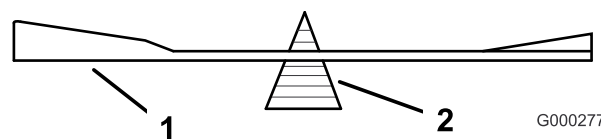

Figure 58
2. Vérifiez l'équilibre de la lame en la plaçant sur un équilibreur (Figure 58).
**Remarque:** Si la lame reste horizontale, elle est équilibrée et peut être utilisée. Si la lame est déséquilibrée, limez un peu l'extrémité de la partie relevée seulement (Figure 58). Répétez cette procédure jusqu'à ce que la lame soit équilibrée.